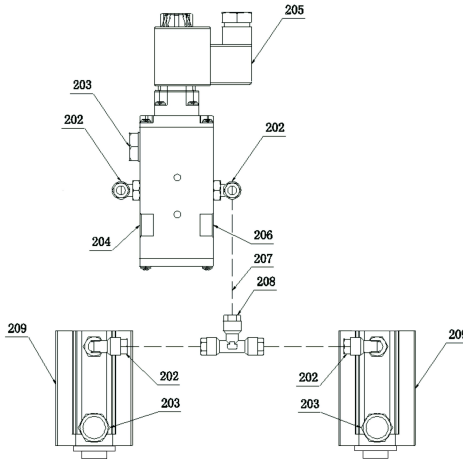

图 26（单层气缸接法）
- 按《气路连接图》将 $\Phi 6 \times 5$ 压缩空气管从主机气动电磁阀，出气口引出连接至主机抬爪气阀上（图 26）